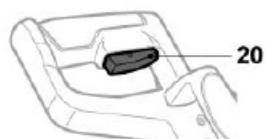

Fig. 14
- > Assurez-vous que le bouton marche/arrêt [20] est bien sur Off (Fig. 14).